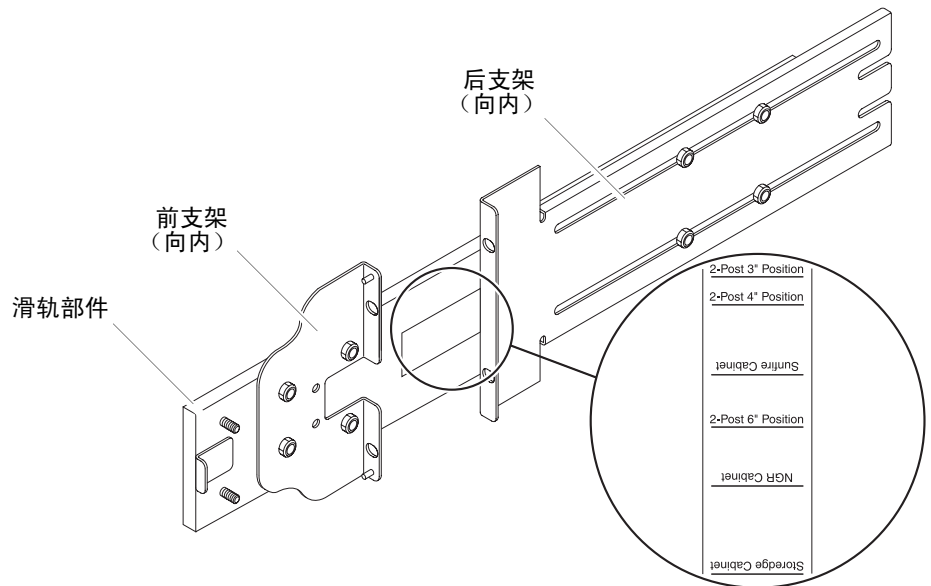

图 1-3 导轨部件（经调整后适于双柱机架安装）
对于双柱机架安装，您可以拆开导轨部件，然后重新组装（图 1-3）。导轨部件可以进行调整，以符合柱深在 3 英寸（7.5 厘米）到 6 英寸（15.0 厘米）范围内的 19 英寸双柱机架。
3. 将前支架旋转 180 度，使其朝向内侧，然后重新固定（图 1-3）。
5. 将后支架旋转 180 度，使其朝向内侧（图 1-3）。